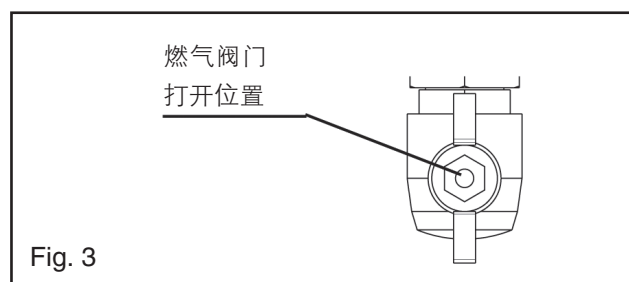

Fig. 3
- 通过锅炉下方盖板上的缝隙，逆时针旋转手柄，打开燃气阀门 (Fig. 3)。